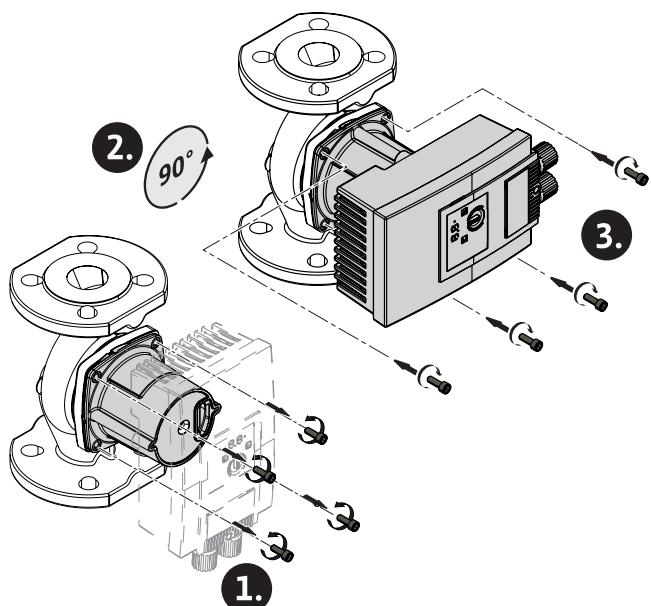

Fig. 5: Poravnanje motora
2. Otpustite glavu motora i oprezno okrenite → Fig. 5.